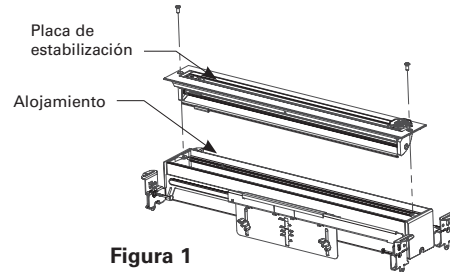
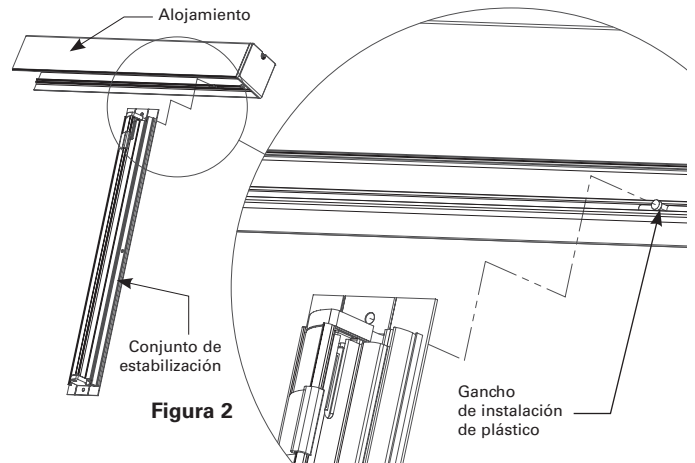

Figura 1
Figura 2
3. Quite los tornillos que aseguran la placa de estabilización al alojamiento (Ver la figura 1). Aparte el conjunto de estabilización y los tornillos, y guárdelos para la instalación posterior. No es necesario desconectar el arnés de cables que conecta la placa de circuito del controlador del cargador con el panel LED. En su lugar, se puede colgar la placa de estabilización del gancho deslizante de instalación de plástico (Ver la figura 2).
- Quite los tornillos que aseguran la placa de estabilización al alojamiento (Ver la figura 1). Aparte el conjunto de estabilización y los tornillos, y guárdelos para la instalación posterior. No es necesario desconectar el arnés de cables que conecta la placa de circuito del controlador del cargador con el panel LED. En su lugar, se puede colgar la placa de estabilización del gancho deslizante de instalación de plástico (Ver la figura 2).